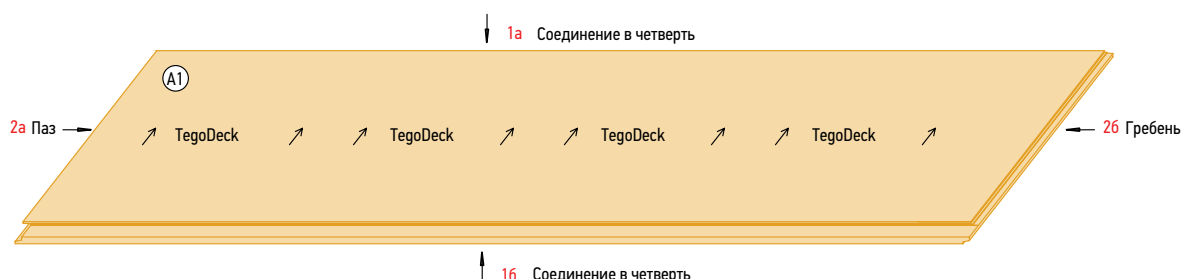

Рис. 2.14. Кровельная плита «TegoDeck»
- **Компенсировать возможное расширение.** Для компенсации объемного расширения, возникающего при изменении влажности, стандартные плиты ОСП-3/ФСФ следует устанавливать с зазором 3–4 мм, при использовании кровельных плит «TegoDeck» такой зазор уже предусмотрен в системе специального замкового соединения «в четверть» или «паз-гребень» (см. рис. 2.14).